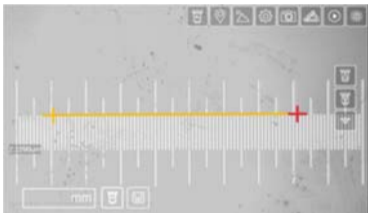

图 8
**标定：**将设备附带的定标尺中的尺寸图形拍摄清晰呈现在仪器屏幕上如（图 8）。
选择设置菜单里面的定标功能图标后，仪器进入定标设定界面，沿尺子水平方向任意点取二点，按屏幕右下角的上下左右箭头键进行精度微移，根据测微尺上的刻度信息，将这二点的实际距离输入屏幕左下方的空格中（双击空格将出来输入键盘），注意左下角的镜头图标的选择与实际使用的一致，点击 **MM** 后可以切换单位面积为 **UM**。点击键盘数字输入实际二点间的尺寸后点击左下角保存图标，该镜头的定标完成。如（图 8）应输入为 350 微米。